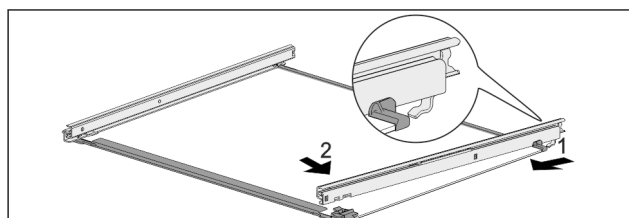

Fig. 166 Skleněná deska s kolejničkami
- Zahákněte kolejničku vzadu. *Fig. 166 (1)*
- Zaklapněte kolejničku vpředu. *Fig. 166 (2)*